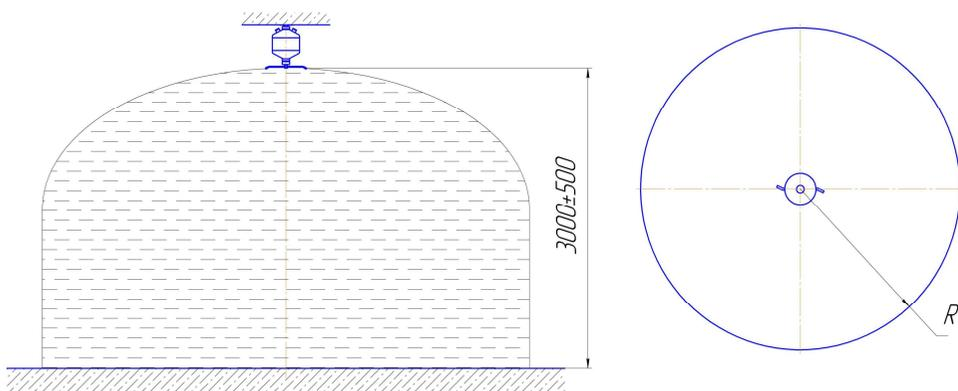

Рис.2
3.4 Геометрия распыла модуля (сплошное орошение) представлена на рис.2.